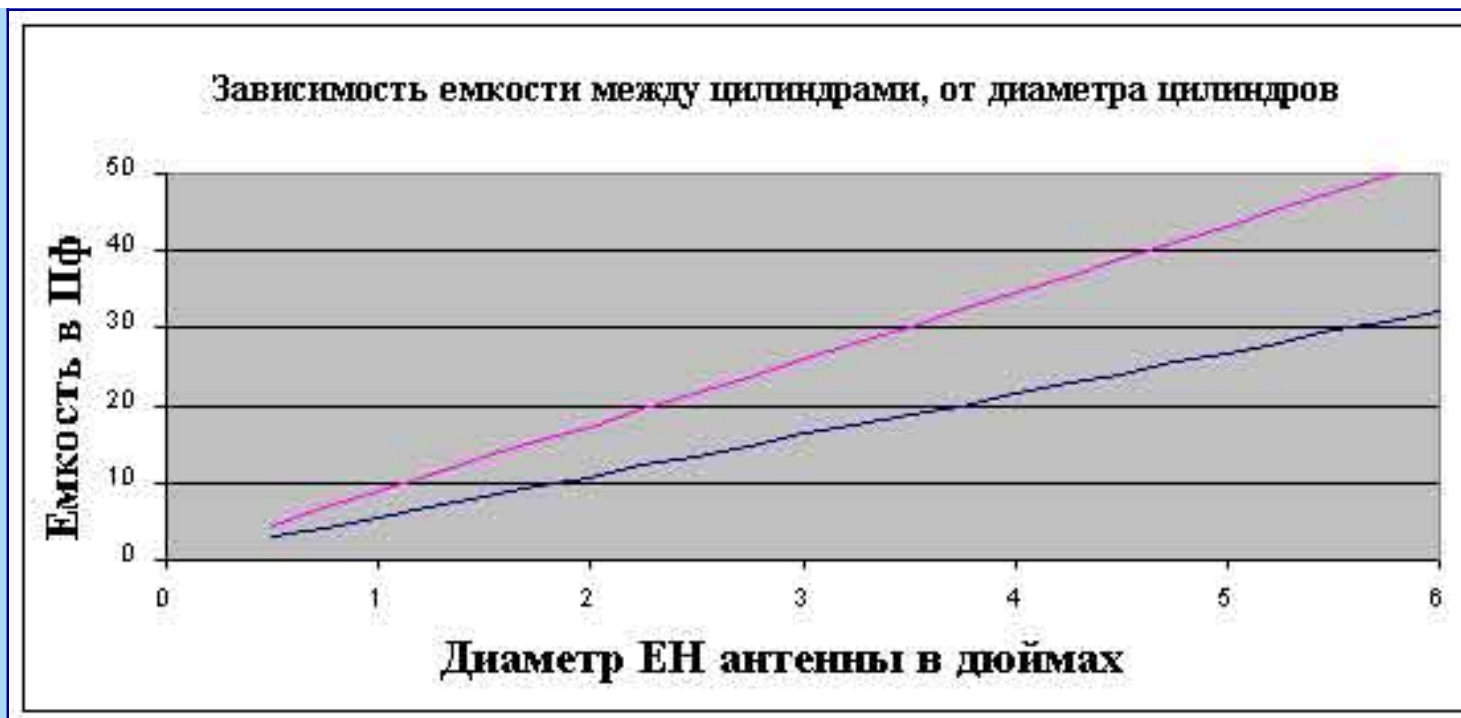

Рис. 9 Емкость между цилиндрами
Полоса пропускания: следующий шаг в выборе конструкции, является выбор полосы пропускания. Используя уравнение для вычисления емкости между цилиндрами, и принимая во внимание Сопротивление Излучения – 120 Ом, диаметр цилиндров может быть легко вычислен. Чтобы помочь в этом процессе, на рисунке Рис. 9 представлена диаграмма, по которой можно определить емкость между цилиндрами, в зависимости от их диаметра. Представлены два (2) графика. Верхний - для отношения L/D равным 12, нижний - для отношения L/D = 6.